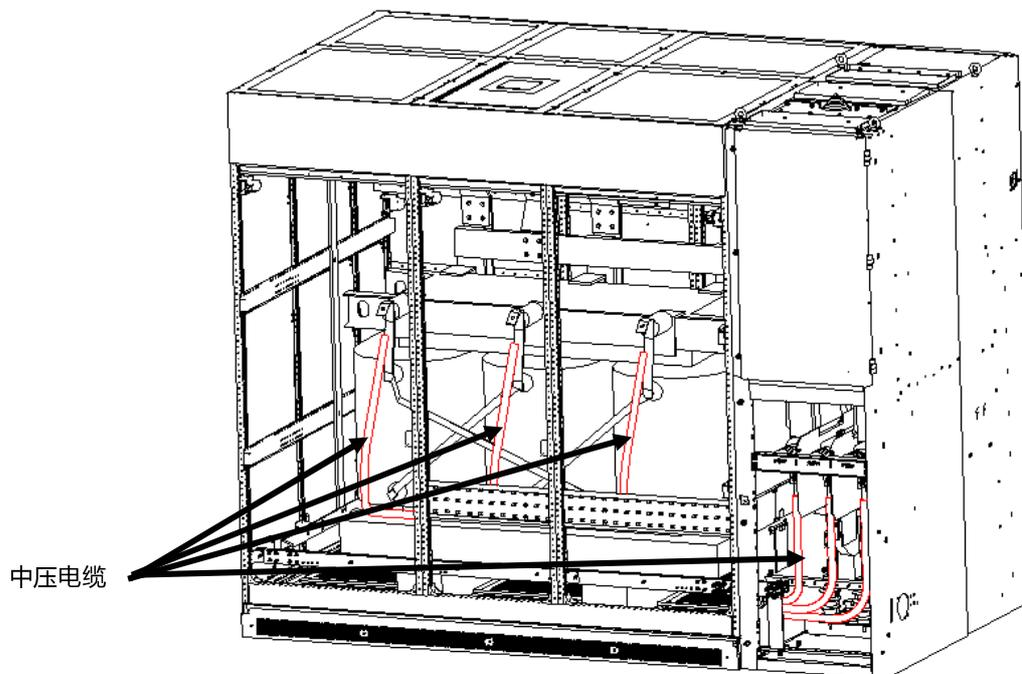

图3-10 中压进线柜到变压器柜电缆连接示意图
3. 打开变压器柜和中压进线柜后门，将三相中压电缆经后下方的电缆通道从变压器柜引入中压进线柜，绑扎固定并按相位搭接，敷设方式参见图 3-10。